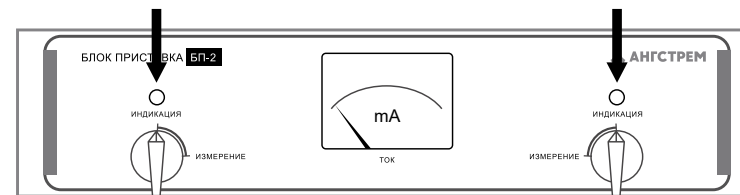

Рисунок 10
- продолжая подъем или выдержку напряжения, наблюдайте за индикаторами блока-приставки (рисунок 10);